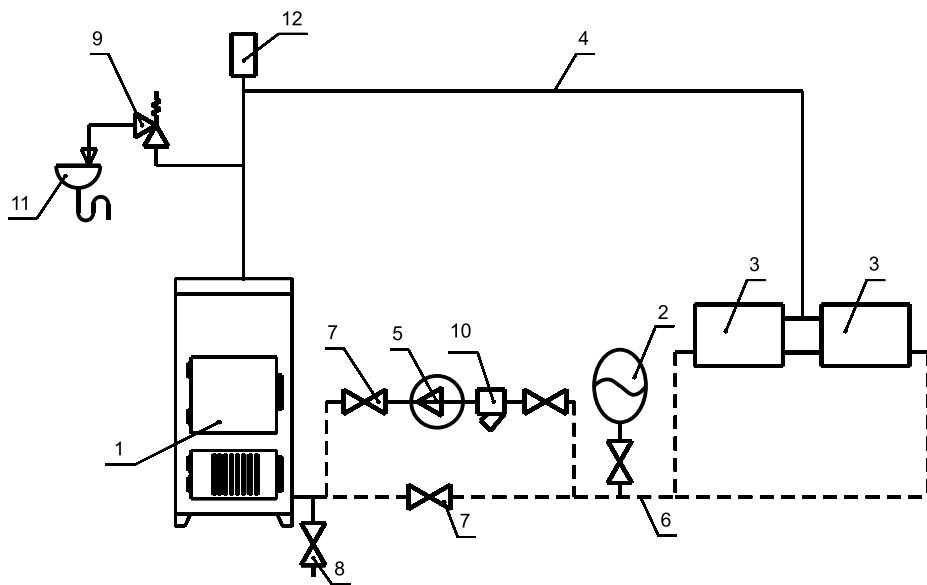
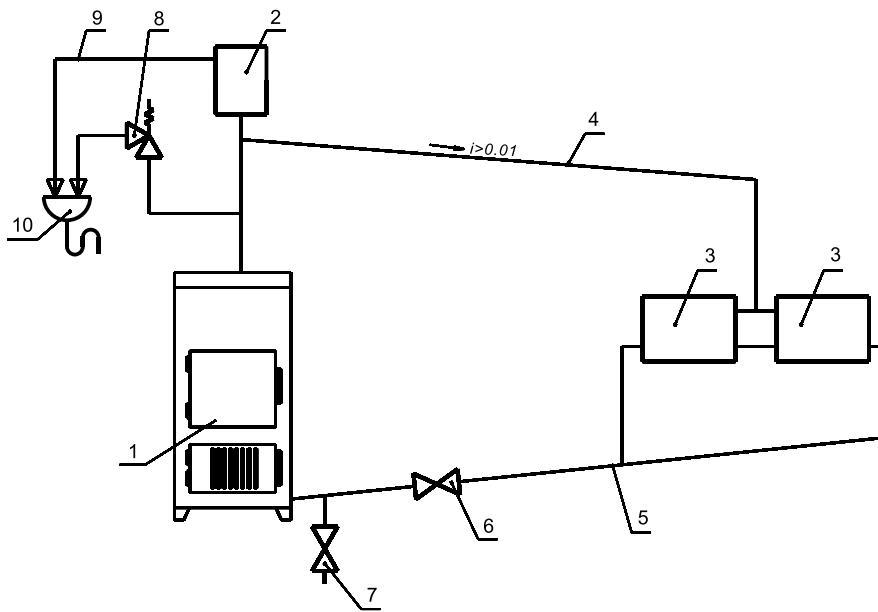

Рис. 4 Схема закрытой системы отопления
Рис. 5 Схема открытой системы отопления.
7.2. При наличии стука в системе (гидравлические удары по причине парообразования) – немедленно прекратить горение в топке и дать остыть воде до температуры 70°C, затем долить систему водой через кран (поз. 8 рис. 4) и вновь растопить котел.
7.3. В зимнее время, если потребуется прекратить топку на срок свыше суток, необходимо, во избежание замерзания, полностью освободить аппарат и систему отопления от воды, через сливные краны (поз. 8 рис. 4) или поз 7 (рис. 5).